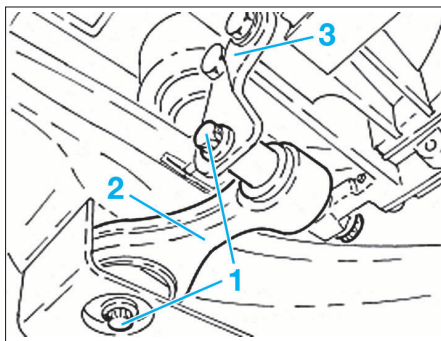

FIG. 9
- les vis de fixation (1) du tirant antibasculement (Fig.9).
- le tirant anti-basculement (2).
- l'étrier (3) du tirant sur la boîte de vitesses.